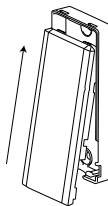

Figura 7: Closing the device cover
4. Prenda as tampas no dispositivo e na base do ímã. Veja a Figura 7.